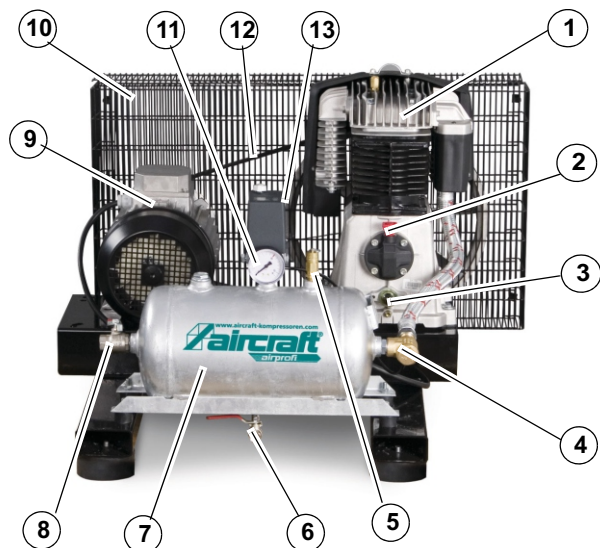

Fig. 8: AIRPROFI BK 703/13/10
- Pasul 6: La pornirea pentru prima dată a compresorului, lăsați-l să funcționeze aproximativ zece minute cu un recipient așezat sub rezervor și cu racordul de scurgere deschis (Poz. 6, Fig. 8).